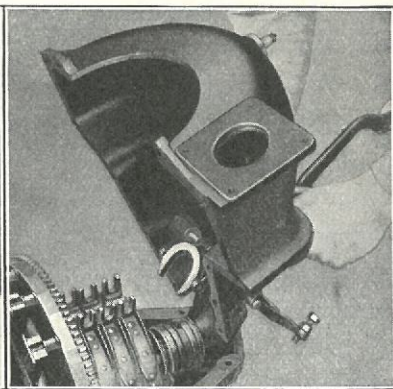
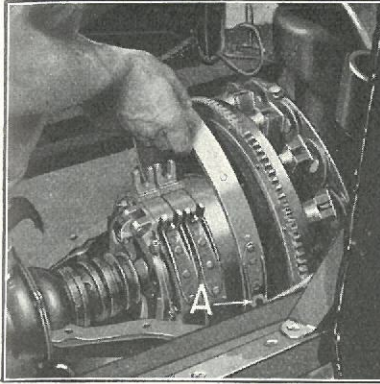
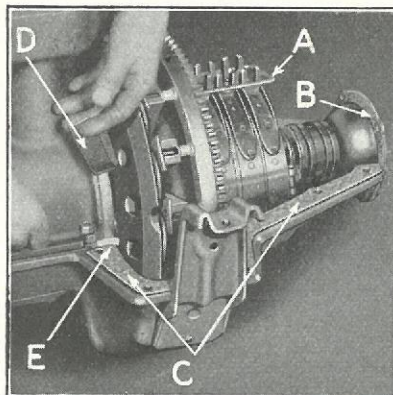

Fig. 301
Fig. 302
Fig. 304
514 Løft Transmissionsdækslet af (Fig. 301). Baandene kan nu bringes til at glide af Tromlerne. Bakgearbaandet (Baandet nærmest Svinghjulet) aftages først ved at anbringe det over Kanten af Trehjulsdrevet og dreje det, til Ørene viser nedad (Fig. 302-A), hvorefter Baandet kan afløftes. Lavtgear- og Bremsebaandet fjernes paa samme Maade efter først at være anbragt over Kanten af Trehjulsdrevet.
ned i Belægningen. Dette forhindrer enhver Mulighed for Rivning af Tromlerne. Baandene indsættes et ad Gangen ved at krænge dem over Trehjulsdrevet og Kanten af Bakgeartromlen med Ørerne nedad. Medens Baandene er i denne Stilling, drejes de, til Ørerne vender opad. Det første Baand, der paasættes, lægges paa Bremsetromlen, det andet paa Midtertromlen (Lavtgeartromlen), medens det tredie anbringes paa Bakgeartromlen (Fig. 302). Baandene maa drejes saaledes, at Ørerne vender opad, medens Baandene anbringes over Trehjulsdrevet og Kanten af Bakgeartromlen, da der ikke er tilstrækkeligt Spillerum mellem Transmissionstromlerne og Gearkassen til at tillade Montering af Baandene paa nogen anden Maade. For at lette Paasætningen, drejes Svinghjulet saaledes, at et Sæt af Trehjulsdrevet er ca. 10° tilhøjre eller venstre for Motørens Centrumlinie. Baandene holdes paa Plads paa Tromlerne ved Hjælp af en Klemme (Fig. 304-A).
- (a) Undersøg omhyggeligt Universalledspakningen »B« samt Kork- og Filtpakningerne (Fig. 304-C og D) til Gearkasse-dækslet. Hvis disse Pakninger ikke er i prima Stand, udveksles de med nye, da der ellers kan fremstaa Olieutætheder.
- (c) Ved Indsætningen af Filtpakningen indlægges en lille Smule blød Paksnor »B« (Fig. 304) under Pakningens Ender.